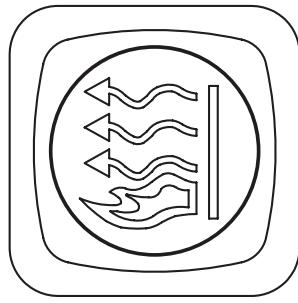

Fig. 48: LED tableau de bord
- Raccorder le câblage. Voir Fig. 48. Prolonger le câble depuis la LED jusqu'à la fiche X5 (broche 6), qui doit aller dans le tableau de bord.